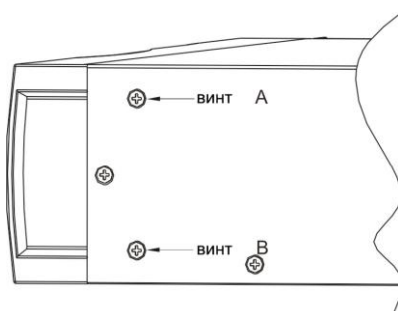

Рис. 10 Кронштейн для установки в 19" шкаф
(3) Завинтите два винта М4, как показано на Рис. 10 (симметрично с обеих сторон, всего четыре винта).